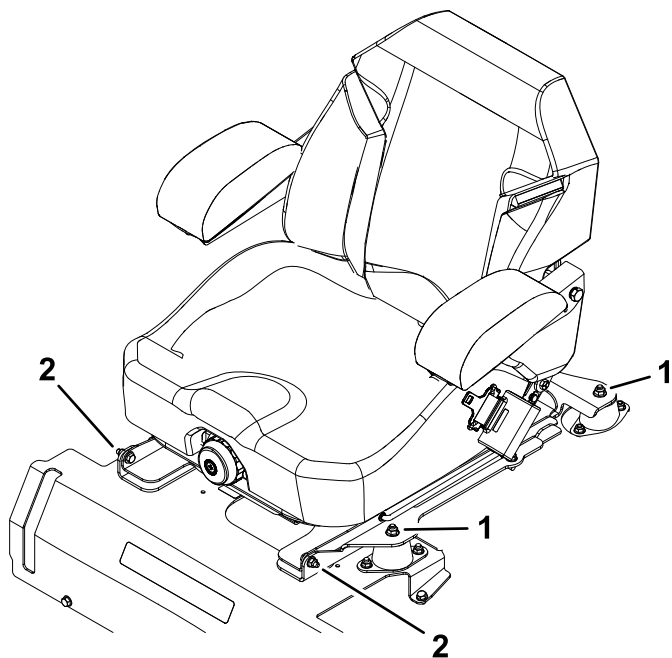

Рисунок 1
5. Снимите 4 гайки изоляторов сиденья и снимите сиденье с рамы (Рисунок 1).